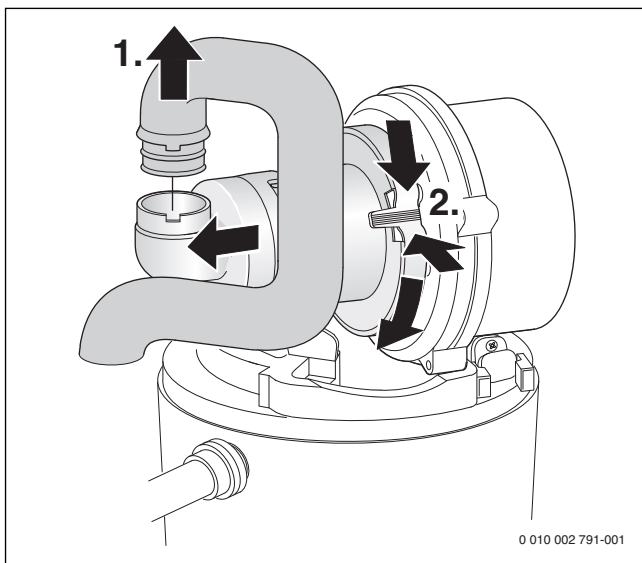

Fig. 47 Smontaggio del tubo di aspirazione e del dispositivo di miscelazione
- Smontare il dispositivo di miscelazione (→ fig. 47).